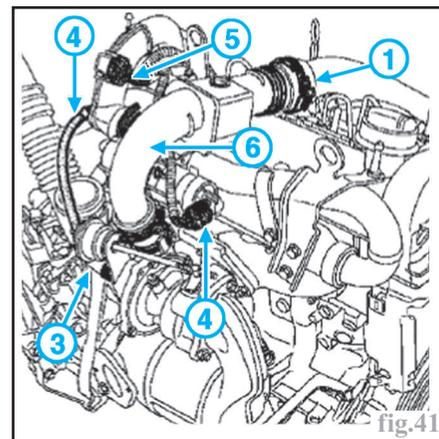

fig.41
- (24) Rampe commune sphérique
- (25) Capteur de pression de combustible
- (26) Canalisations d'injecteur
- (27) Canalisation de retour d'injecteurs
- (28) Injecteur
- (29) Bride d'injecteur
- le conduit d'air au-dessus du couvercle (1) (fig.41),
- les conduits d'air sur le turbo (2) et (3),
- les conduits d'air sur le turbo (2) avec son support et (3),